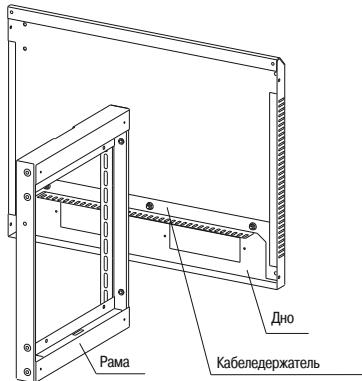
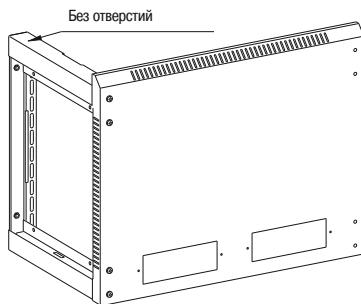

Рисунок 1
Рисунок 2
- 1.2 Установите на дно кабелодержатель и закрепите его гайками с фланцем. Вставьте раму правую в дно (рисунок 1) и закрепите четырьмя винтами M6×16 (рисунок 2).